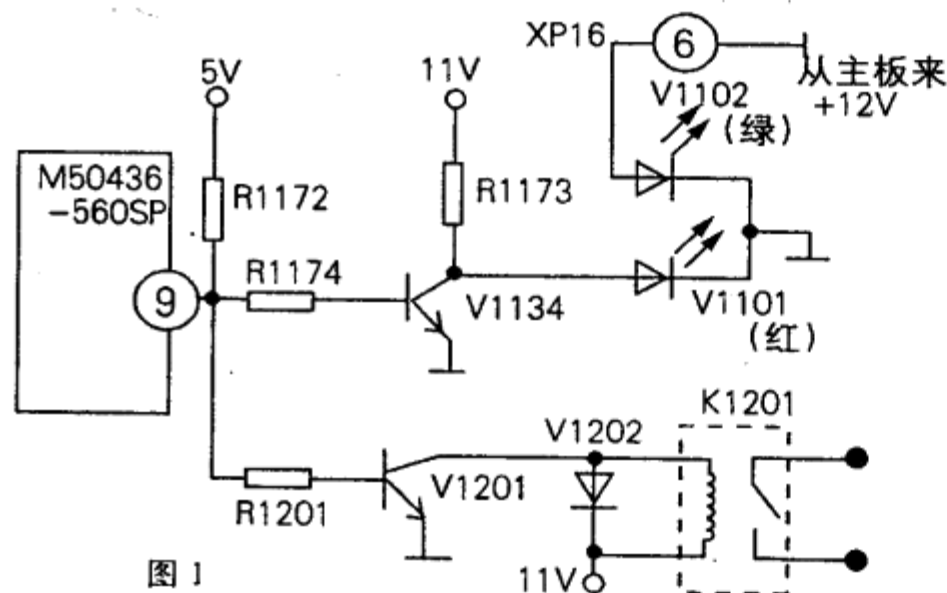

图 1
**分析检修:**接通电源开关,屏幕上有光栅,说明该机开关电源和行场扫描电路工作基本正常。按各功能键均不起作用,并且屏幕上无字符显示,由上述故障现象分析,初步判断故障存在微处理器电路中。拆开机壳,用500型万用表检查微处理器N601/MN1528KWE C第②脚(VCC)电压仅有3.8V,正常值应为5V。拔下电源插头检查第②脚在路对地正反向电阻均为100Ω,正常值应为600Ω。焊下三端稳压器V904/AN78M05LB(见图1所示),检查第③脚与第②脚之间正反向电阻均为100Ω,说明V904内部已损坏。更换V904后接通电源开关,N601第②脚电压恢复正常,但上述故障现象仍然存在。用万用表检查N601各脚对地电压,发现第②脚电压
该机开/关机控制信号由微处理器(M50436-560SP)第⑨脚电平控制(见图1所示):开机时,第⑨脚为高电平(+5V),继电器线圈得电而接通主板电源,同时V1134导通,“待机”指示灯V1101(红色)灭,由于主机已建立了+12V电压,故工作指示灯V1102(绿色)亮;关机(待机)时,